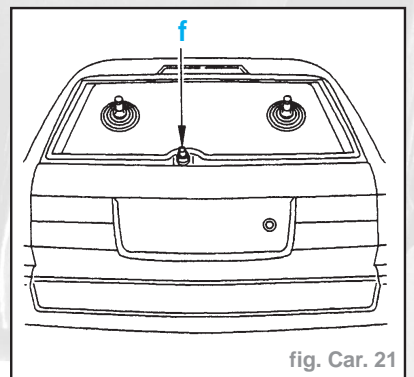

fig. Car. 21
**Attention :** Prendre soin de centrer la vitre par rapport à l'axe de l'essuie-vitre "f" (fig. Car. 21).